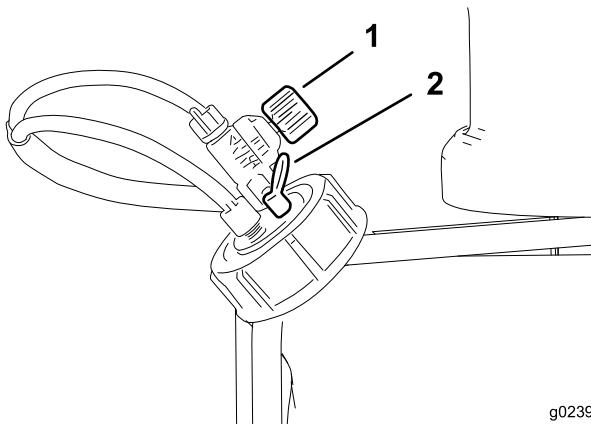

図 5
**泡密度調節バルブ**：泡生成液の濃度を調節します。バルブを操作することにより、ノズルに送り出される石鹼液の量を調整することができます。量を多くすると泡が大きくなり、同じ時間内により多くの泡が落ちるようになります；量を少なくすると泡が小さくなり、落ちる泡の数も少なくなっています（図 5）。
**圧力解放バルブ**：タンクのキャップについている赤いタブを外側に引っ張るとタンク内の圧力が解放されます（図 5）。
5. とりあえずの設定として、泡密度調節バルブを1/8～1/4回転、開ける（図 5）。